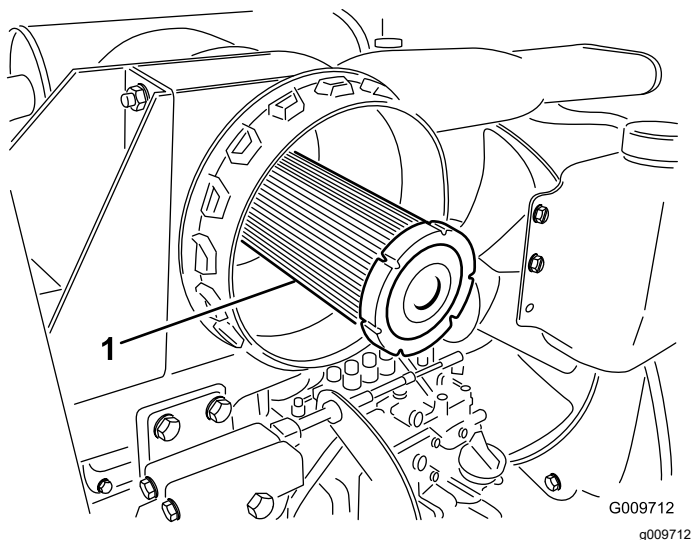

Figure 51
**Important:** N'essayez jamais de nettoyer l'élément de sécurité (Figure 51). Remplacez l'élément filtrant de sécurité une fois sur